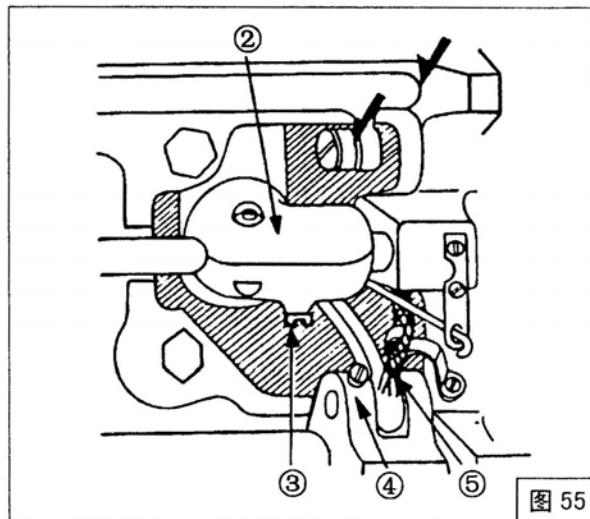

图 55
* 下轴右侧与送布曲柄右④相接的棉线⑤是用来注油这个部位的（图 55），因此在缝纫前须让棉线浸满油。